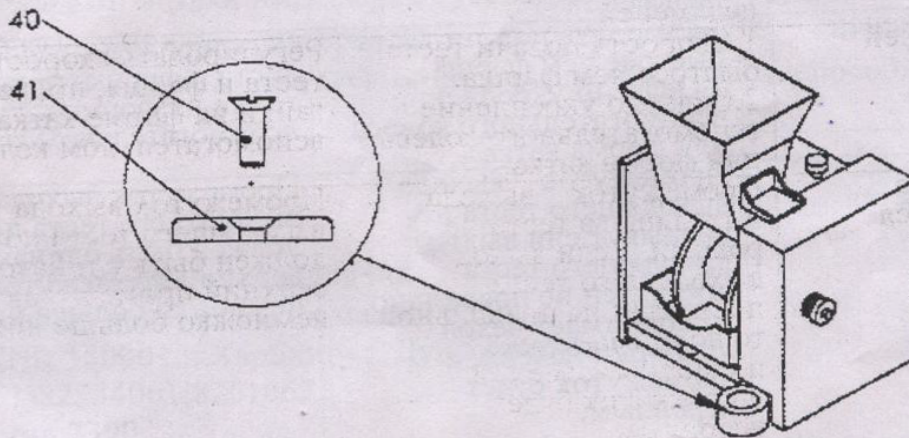

Рис. 12 40.винт 41 стопорное кольцо на конце вала
- (1) Перед эксплуатацией все детали и узлы, соприкасающиеся с пищевыми продуктами, должны быть очищены.
- (2) Разобрать головку дляпельменей следующим образом: оттянуть фиксирующий штифт(2)(см.рис.1), поворачивать рамку для формированияпельменей(4) по часовой стрелке на 90°. Вывинчивать винт (40)(см.рис.12), вынимать стопорное кольцо на конце вала (41), и снять головку(4). После этого поставить соответствующую головку. Порядок сборки узлов, в обратном порядке разборки.
(3) После монтажа головку поворачивать в рабочее положение и фиксировать фиксирующим штифтом(2).
(4) Порядок операции машины, очистка и устранения неисправностей так же, как автомат по изготовлению пельменей.